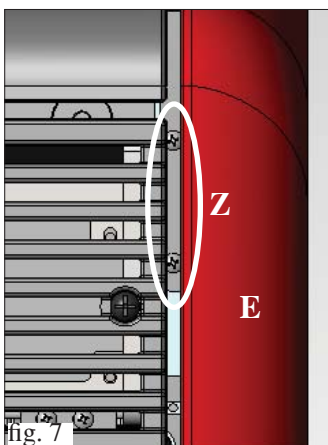
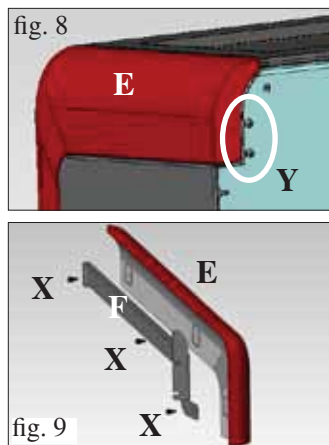

fig. 7
fig. 8
Sacar de la estufa los dos soportes metálicos de fijación top lateral cerámica (F) aflojando los dos tornillos anteriores (puestos en el interior de la rejilla superior de fundición Z - fig.7) y los dos tornillos posteriores puestos en la placa de detrás Y - fig.8)
Poner los tops laterales de cerámica (E - con soporte metálico F) en la misma posición de los soportes metálicos quitados anteriormente y apretar los tornillos puestos en el interior de la rejilla superior en fundición (Z - fig.7) y los tornillos puestos en la placa de detrás (Y - fig.8) aflojados anteriormente.